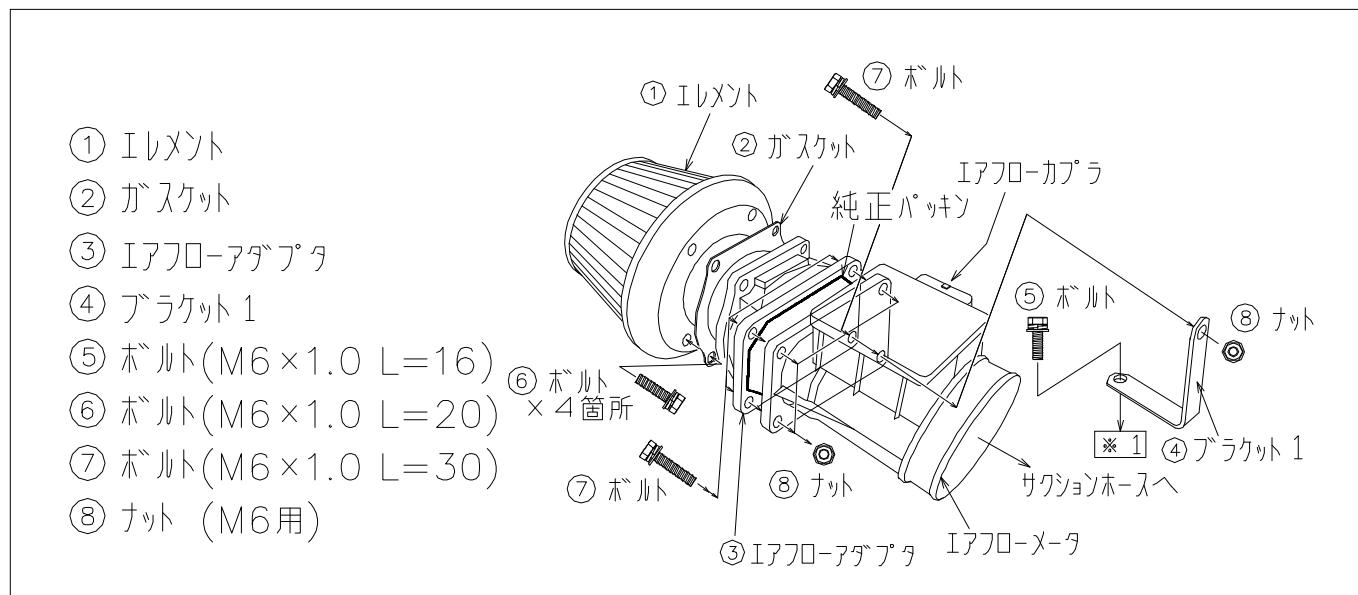

図3 組付図
2. 下図3～4を参照してPOWER INTAKEを組立ててください。この時、各ボルト・ナットは仮締めの状態にしておいてください。
- ※ エレメントの取付けは、②ガスケットの穴位置に合った4ヶ所のボルト穴にて取付けてください。取付けに使用しない4ヶ所のボルト穴は無視してください。